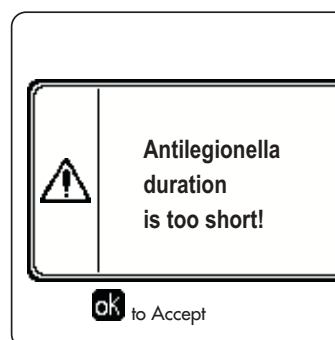

рис. 27- Сообщение о невыполнении функции «Антилегионелла»
- Если функция «**Антилегионелла**» не выполняется правильно, на дисплее появится сообщение, показанное на рис.27. Даже при наличии этого сообщения котел продолжит исправно работать.